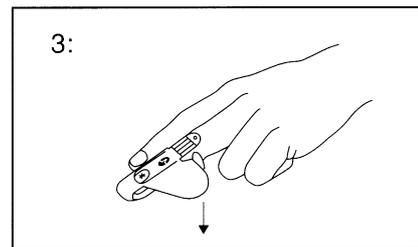

Abb. 33 Orientierung von Sensor und Empfänger
- 3 Wickeln Sie als nächstes den Sensor mit dem Sender und dem Fingerdesign um den Fingernagel und legen Sie die kleinen Flügel nacheinander nach unten um den Finger (Abb. 33).